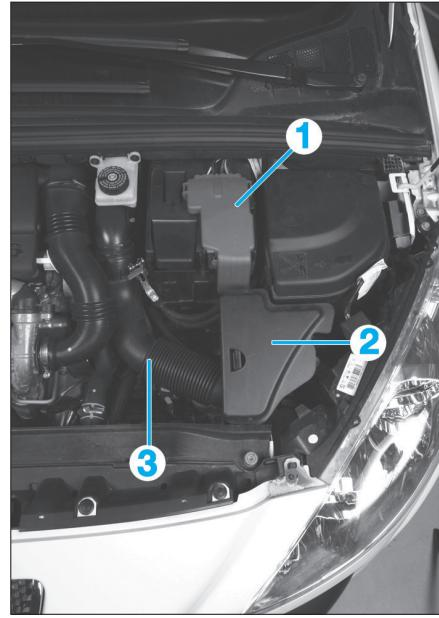
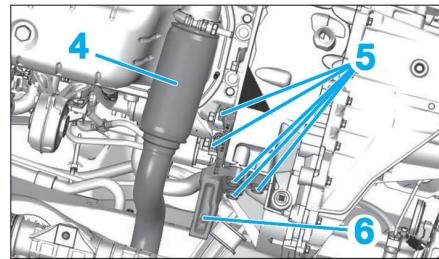
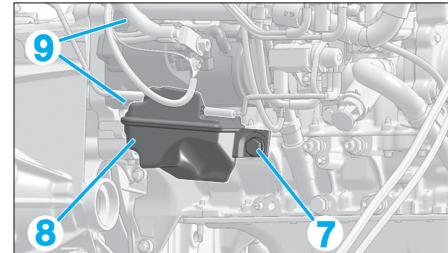

Fig. 3
Fig. 4
Fig. 5
- Dégrafer et écarter le porte fusibles de la batterie (1) (Fig.3).
- le déflecteur (2),
- le résonateur (3),
- le flexible d'échappement (4) (Fig.4),
- les vis (5),
- l'impacteur (6),
- la vis (7) (Fig.5).
- Ecartez la réserve de vide (8).
- les vis de démarreur (9),